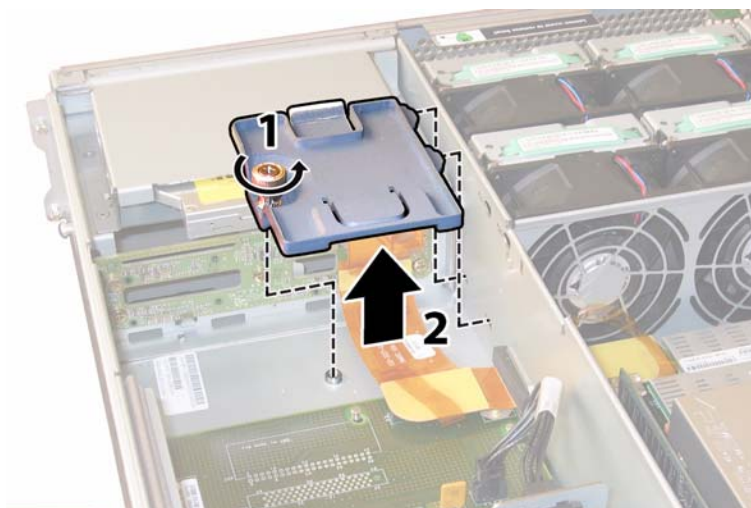

図 4-60 フレックスケーブルリテーナの取り外し
7. フレックスケーブルのリテーナを固定しているバネ式チョウネジを緩め、シャーシからリテーナを取り外します。図 4-60 を参照してください。